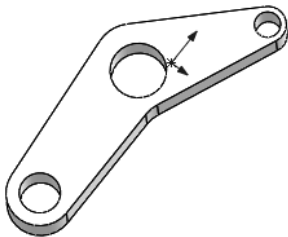

图 11-65 原文件
- 02** 在“打开”对话框中选定文件名为“dc”，然后单击“OK”按钮，或者双击所选定的文件，即打开所选文件，如图 11-65 所示；